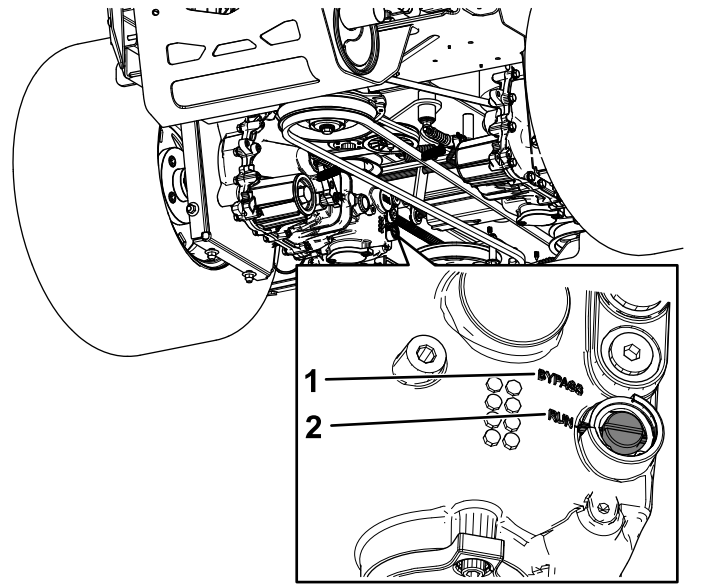

Figure 40
3. Avec un tournevis à lame plate, tournez les deux cames à la position de dérivation (BYPASS) (Figure 40).
5. Pour utiliser la machine, tournez les deux cames de dérivation à la position de marche (RUN) (Figure 40).